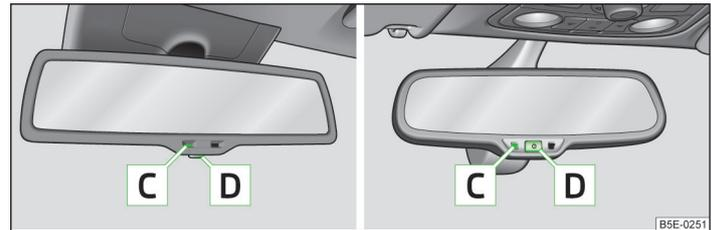

Abb. 44 Automatisch abblendende Spiegel
- Um die automatische Abblendung zu aktivieren, die Taste **D** » Abb. 44 drücken.
- Um die automatische Abblendung zu deaktivieren, die Taste **D** » Abb. 44 erneut drücken.